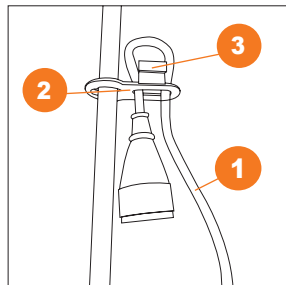

Рис. 12
5. Перед началом работы закрепите сетевой шнур удлинителя **1** в специальном зажиме **2** для предотвращения его отсоединения. Для этого, проденьте шнур **1** в петлю зажима **2** и зафиксируйте его, зацепив за крючок **3** (Рис. 12).